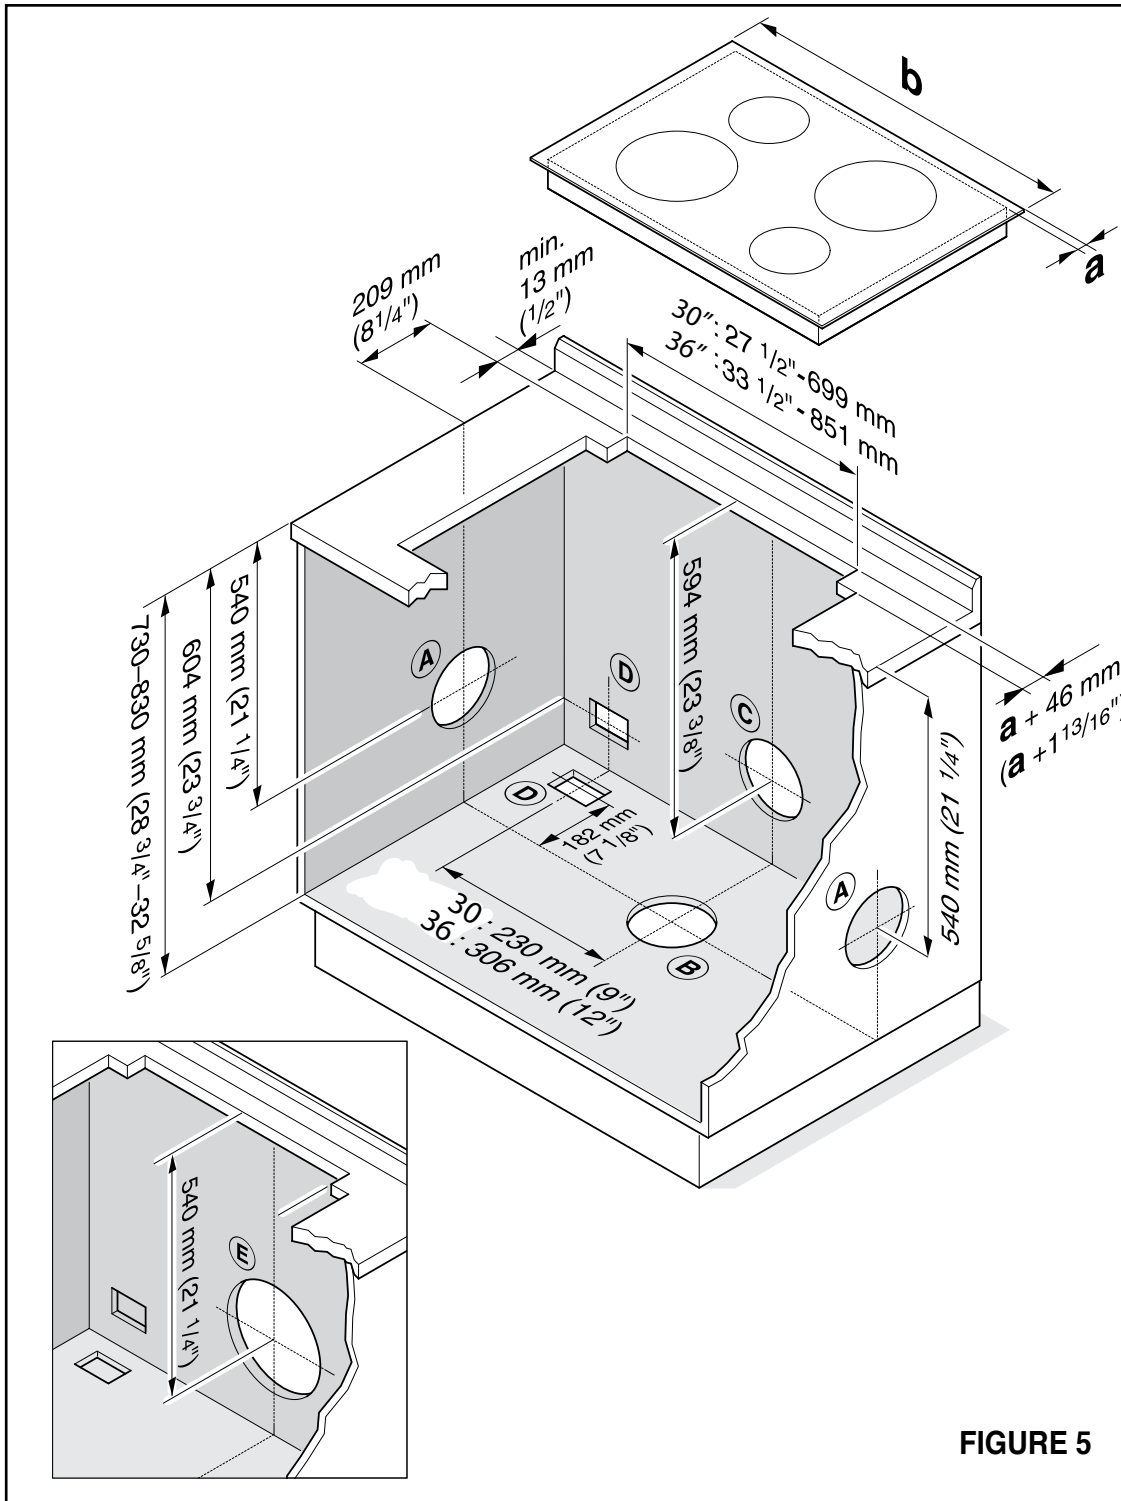
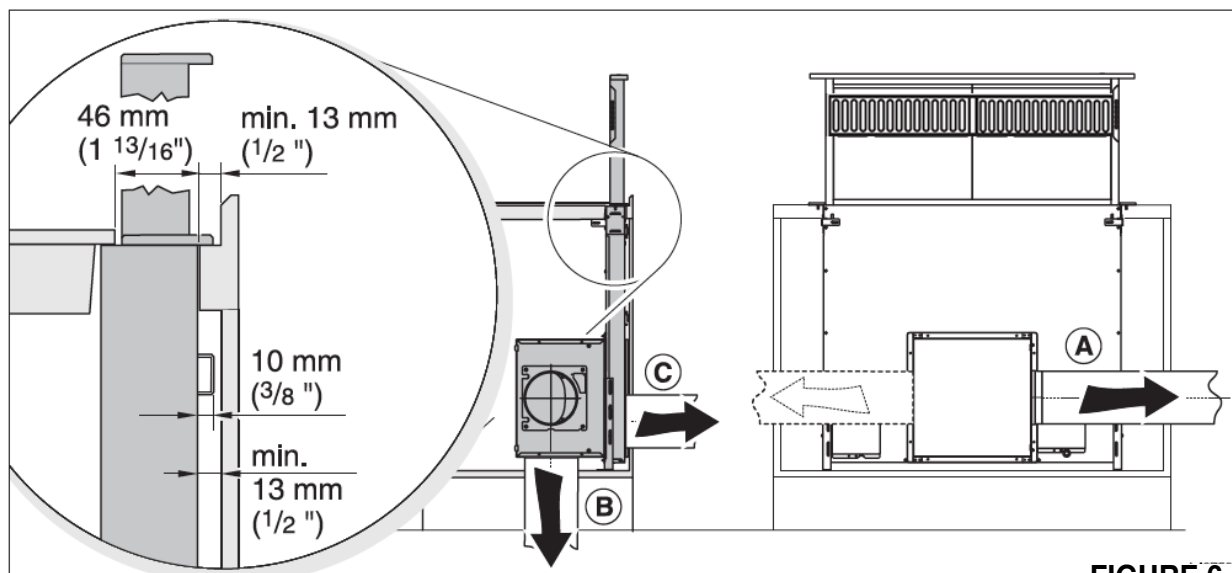

FIGURE 5
FIGURE 6
Voir la page précédente à la figure 5, et la figure 6 ci-dessus à titre de référence. Lorsque vous utilisez le ventilateur interne IBDD600 installé sur le devant de la utilisation de l'appareil 6 "Trous ronds conduits pour conduits sont indiqués sur la figure 5, 6 :
Voir la figure 5, (D) Faites passer le cordon d'alimentation et vers le bas des câbles de commande ou à l'arrière quand l'aide d'une soufflerie à distance.
Voir figure 5 (e) Lors de l'utilisation de la télécommande soufflerie, l'installation de 10 "conduits à l'arrière. Si vous installez le conduits d'échappement à l'avant, les autorisations appropriées doivent être maintenu dans l'armoire.